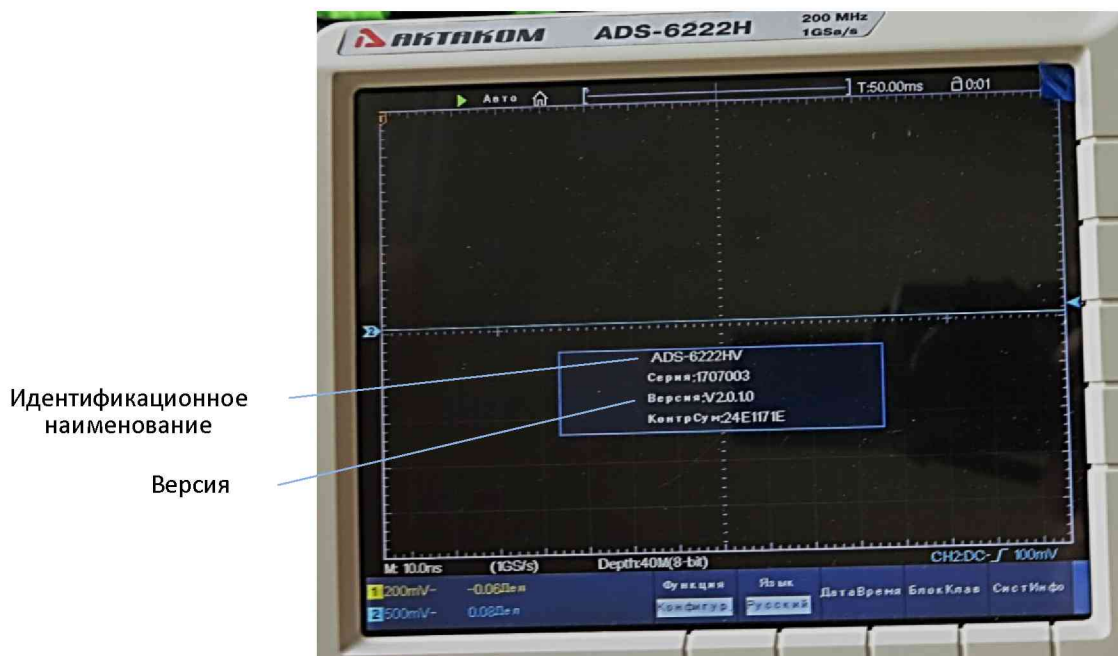

Рисунок 1. Данные об идентификационном наименовании и номере версии ПО осциллографа (выделены подчеркиванием).
1) после прохождения автоматического тестирования нажать кнопку "Utility", далее левой кнопкой меню "Функция", расположенной под дисплеем, вызвать окно «Функция» и повторным нажатием кнопки "Функция" выбрать раздел подменю "Конфигур.", затем нажатием правой кнопки меню "СистИнфо" вызвать на экран системную информацию, где будет отображена информация об идентификационном наименовании и номере версии ПО (рис. 1);